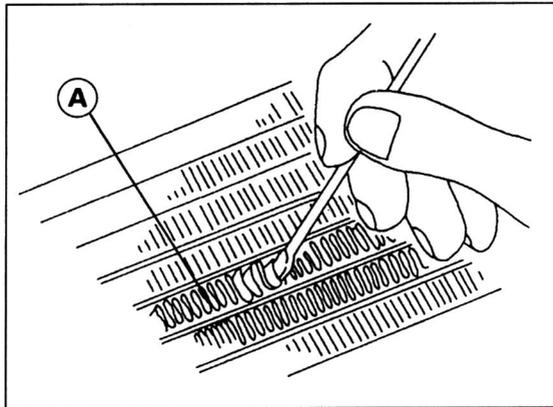

Bild 151
- Flüssige Dichtmasse auf Dichtringsitz auftragen und Öldichtung «B» Bild 151 mit Lagertreiber in Gehäuse «C» drücken. Mechanische Dichtung mit passendem Lagertreiber «D» (KAWASAKI-Spezialwerkzeug 57001-1129) in Gehäuse drücken, bis der Flansch «E» die Gehäusekante «F» berührt.